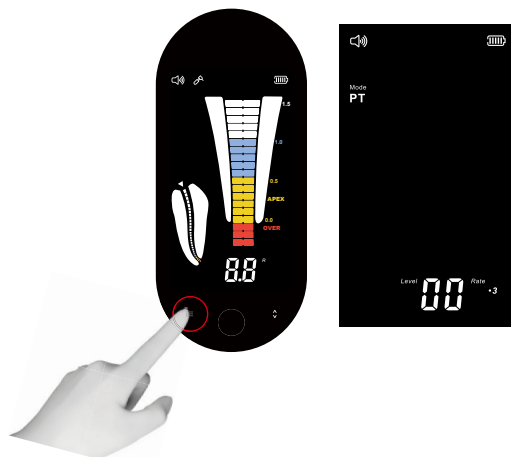

Bild 11
3. Slå på strömmen och tryck länge på lägesknappen i mer än 2 sekunder för att växla till massatestläget (PT-läge), som visas i bild 11.